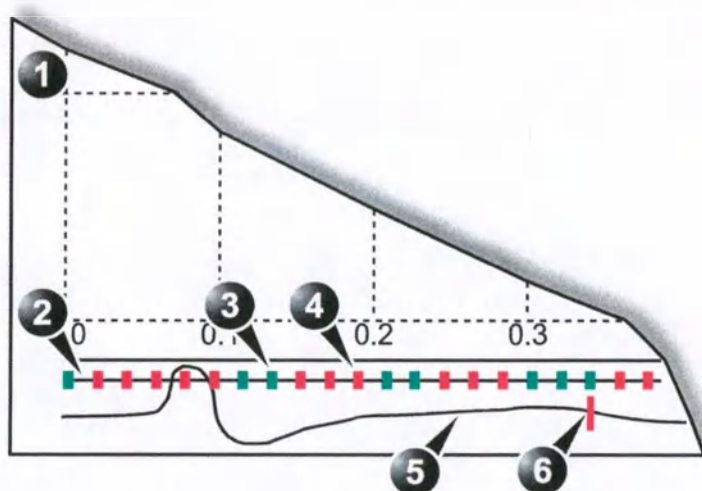

Рис. 8-2. Блокировка кадров
1. Наведите курсор на маркер кадра, который требуется заблокировать, под окном *анализа* (см. Рис. 8-2 на стр. 8-19).
2. Наведите курсор на маркер нужного кадра в одном из сердечных циклов (см. Рис. 8-2 на стр. 8-19).